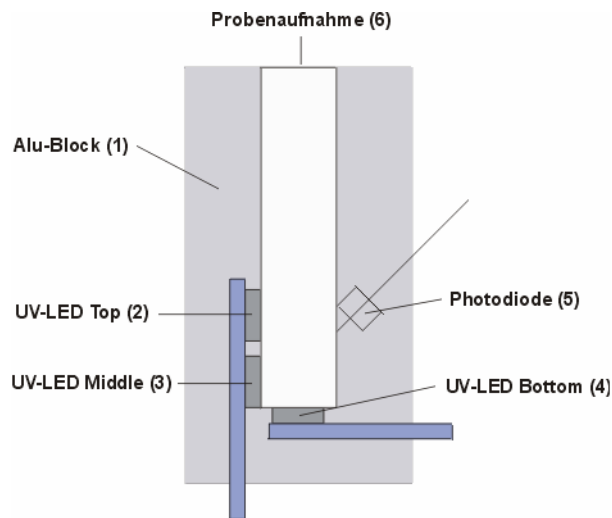

Abb.1: Aufbau des Probenhalters
Bei diesem Gerät handelt es sich um ein mikrocontroller-gesteuertes UV-LED-System, welches mit drei Hochleistungs-UV-Leuchtdioden ausgestattet ist. Das von den UV-LEDS erzeugte UV-Licht besitzt eine Wellenlänge von 365 nm und die optische Ausgangsleistung jeder Diode beträgt 130 – 150 mW. Die UV-LEDS befinden sich in einem Aluminium-Block (1), welcher eine 10mm Bohrung (6) zur Aufnahme der Probe besitzt. Die Position der UV-LEDS kann Abb.1 entnommen werden.